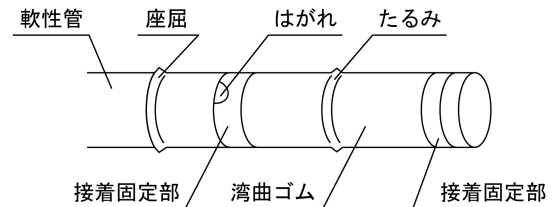

図1
- 2.挿入部を軽く手で握り、手元側から先端に向かい全長を手で滑らせ、その患者に対する経鼻的挿入、引き抜き時の妨げとなる引っ掛かりがないことを確認すること。特に、軟性管の座屈、湾曲ゴム接着固定部のはがれ、湾曲ゴムのたるみなどによる引っ掛かり、出っ張りには注意すること。（図1参照）